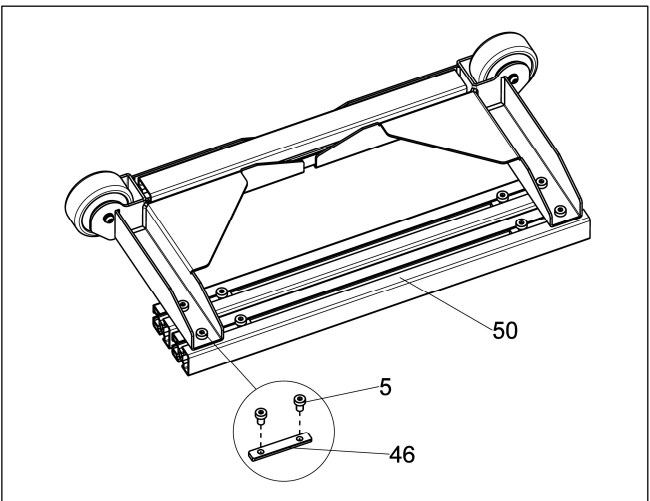

图 5
a. 将后角架组件“A”倒置于地面，松开紧固件“5”，取下长侧轨“50”、锁紧块“46”。（见图 5）